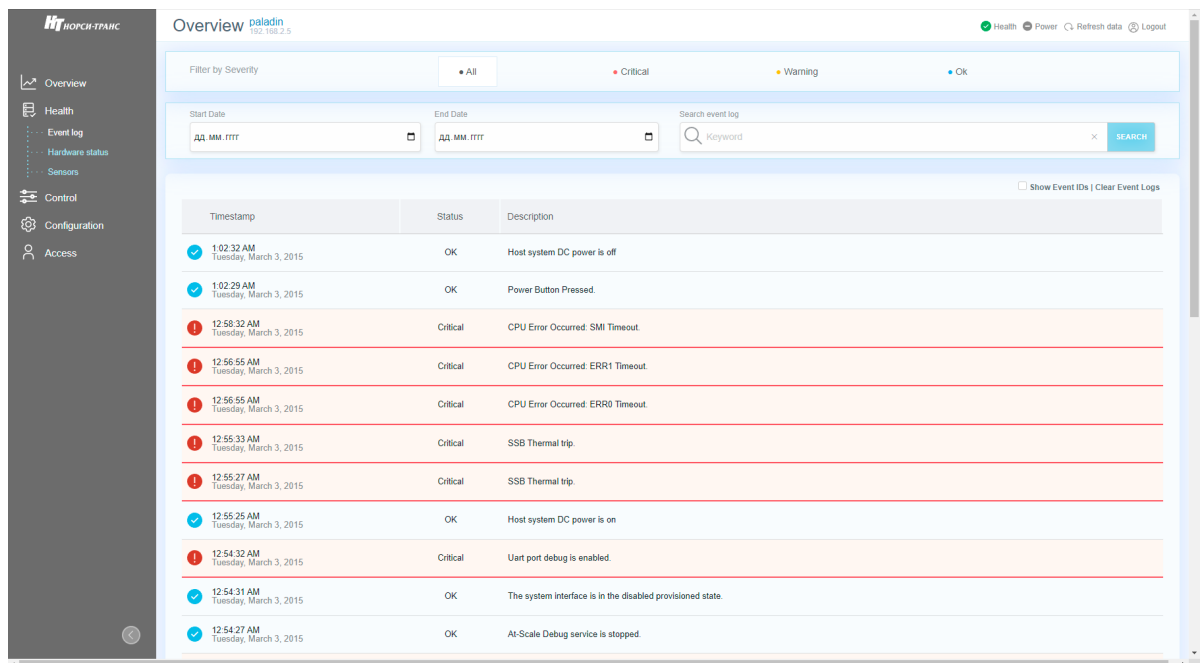

Рис. 66. Окно «Event log»
- 2) Пройдите во вкладку «Health» → «Event log» в данной вкладке отображены все события произошедшие в сервере. В поле «Filter by Severity» произведите фильтрацию по степени серьезности события. В поле «Start Date» произведите фильтрацию по дате начала события, в поле «End Date» произведите фильтрацию по дате окончания события, в поле «Search event log» произведите фильтрацию по ключевым словам события. Окно показано на рис. 66 Окно «Event log»